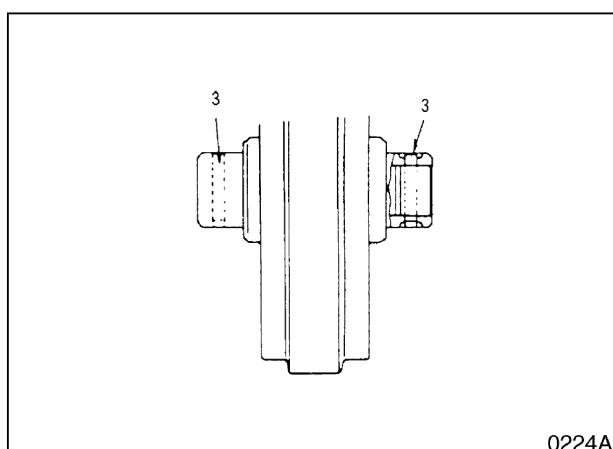

Рис. 20
2. Извлеките фиксатор (3, рис. 20) из подшипника (1).